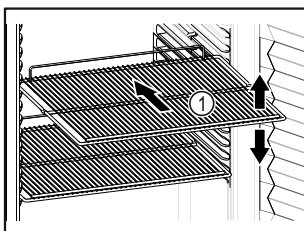

Fig. 50 Esimerkkikuva
- ❑ Sovita siirrettävät rivilätasot Fig. 50 (1) korkeuden mukaan.